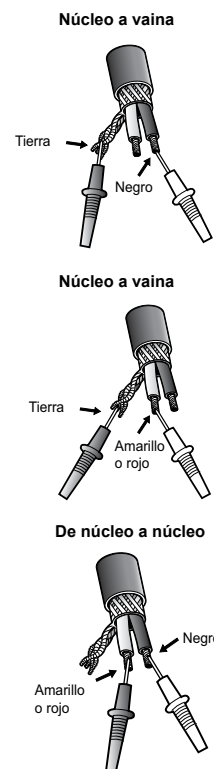

Figura 2. Puntos de fijación para las lecturas de ohmios
Deben tomarse tres (3) lecturas de ohmios para cada cable de calefacción por suelo radiante WarmlyYours TempZone™ en cada etapa de la instalación y registrarse en la tabla de la tarjeta de garantía de la sección 10. Consulte la Figura 2 para obtener instrucciones sobre cómo colocar el óhmetro o el PowerMan™ para tomar cada tipo de lectura.